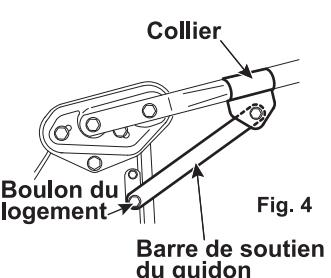

Fig. 4
- Enlevez les boulons du logement et fixez temporairement la barre de soutien du guidon sans la serrer. (Voir Fig. 4)